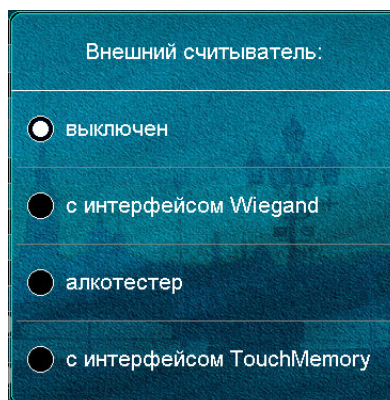

Рис. 7.21 Меню выбора внешнего считывателя
- Выбор параметра «Внешний считыватель» производится в экранной форме (см. Рис. 7.21), которая появится при нажатии на заполняемую строку. Для идентификации пользователя могут использоваться следующие типы считывателей: считыватели RFID-карт с питанием 12 В, имеющие интерфейс Wiegand либо Touch Memory или алкотестер «Динго В-02».